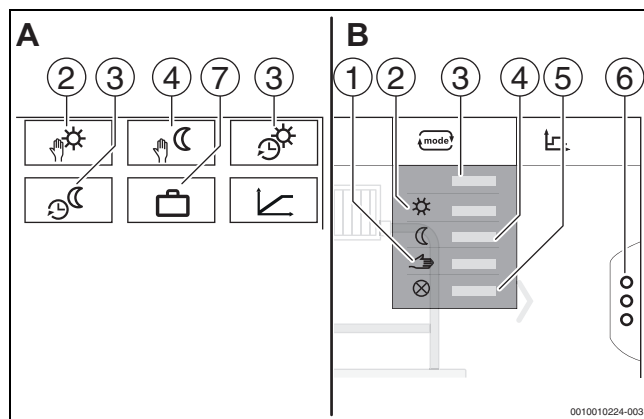
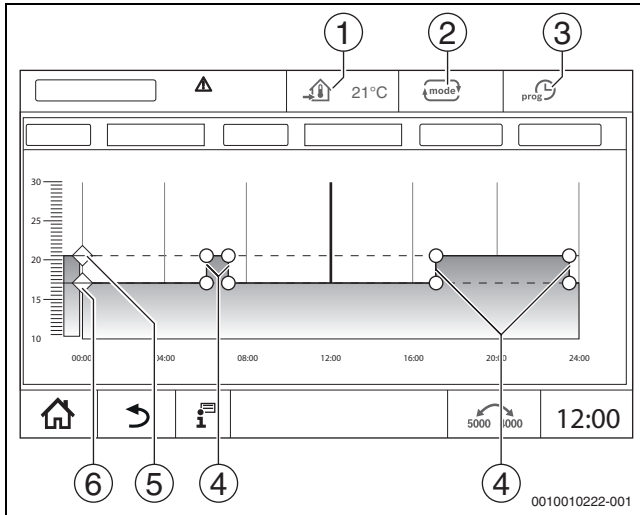

Рис. 40 Виды режимов работы
Рис. 41 Изменение Автоматический пониженный режим во временной программе
Для режимов работы (→ рис. 41, [2], стр. 73) и расширенных функций (→ рис. 40, [6], стр. 40) можно задать собственные температуры и критерии переключений. Настройки можно выполнять отдельно для каждого отопительного контура и для каждого режима работы.
- **Ручной режим отопления** (→ рис. 40, [2])
- **Ручной пониженный режим** (→ рис. 40, [4])
- **Отпуск** (→ рис. 40, [7])
**Автоматический режим отопления** предварительно задается через параметры в сервисных меню. Параметры можно изменить в программе работы по времени (→ рис. 41, [4], [5], стр. 73).
**Автоматический пониженный режим** предварительно задается через параметры в сервисных меню. Параметры можно изменить в программе работы по времени (→ рис. 41, [4], [6], стр. 73).
- Измените значения температуры смещением точек (→ рис. 41, [5], [6]).